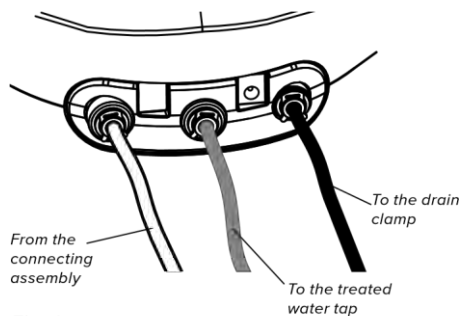

Fig. 9
- Podłączyć wężyki zgodnie ze schematem pokazanym na rys. 9.